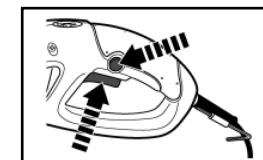

РИС. 7
■ Нажмите кнопку блокировки (8) и удерживайте ее нажатой.
■ Нажмите клавишу выключателя (9) для включения инструмента (Рис. 7).
■ Отпустите клавишу выключателя (2) для выключения инструмента (Рис. 7).